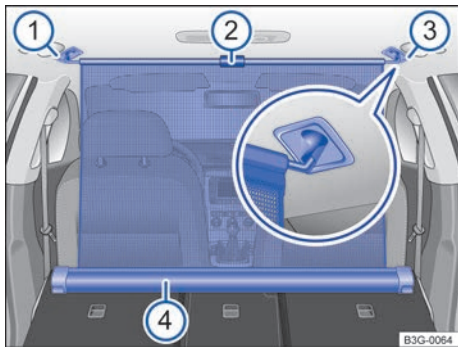

Fig. 129 En el maletero: red de separación enganchada con los respaldos del asiento trasero abatidos.
- Tire hacia arriba de la lengüeta → fig. 129 ⓘ para sacar la red de separación de la carcasa → fig. 129 ⓘ.
- Enganche la red en el lado derecho → fig. 129 ⓘ (imagen ampliada).
- Enganche la red en el alojamiento del lado izquierdo → fig. 129 ⓘ comprimiendo la barra.
La red de separación está correctamente montada cuando los extremos en forma de T están enganchados fijamente en los alojamientos correspondientes → fig. 129 ⓘ y ⓘ.
- Enrolle la red en la carcasa → fig. 129 ⓘ guiándola hacia abajo del todo con la mano.